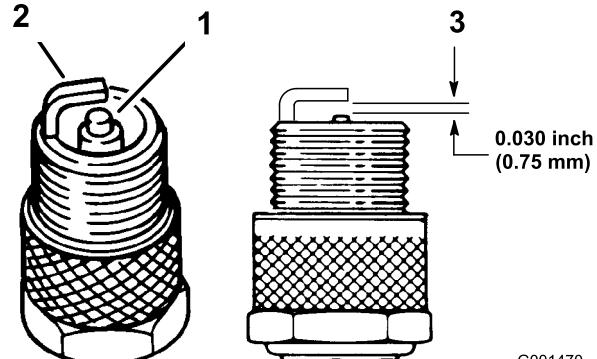

図 28
1. 中央の電極部(図 28)を観察する。絶縁体部がうす茶色や灰色なら適正、黒い汚れがある場合にはエアクリーナの不良を考える。
2. すきまゲージでエアギャップの点検を行い(図 28)、隙間の大きさが適切でなければ側面の電極を注意深く曲げて調整する(図 28)。
3. 点火コードを接続する (図 28)。